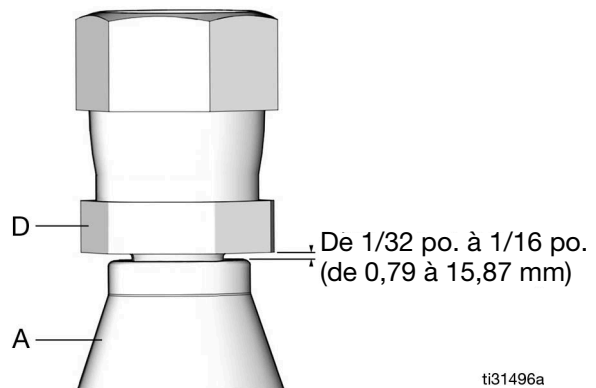

FIG. 69
- Laisser un jeu de 1/32 à 1/16 po. (0,79 à 15,87 mm) entre la douille (a) et l'écrou (d) (FIG. 69).